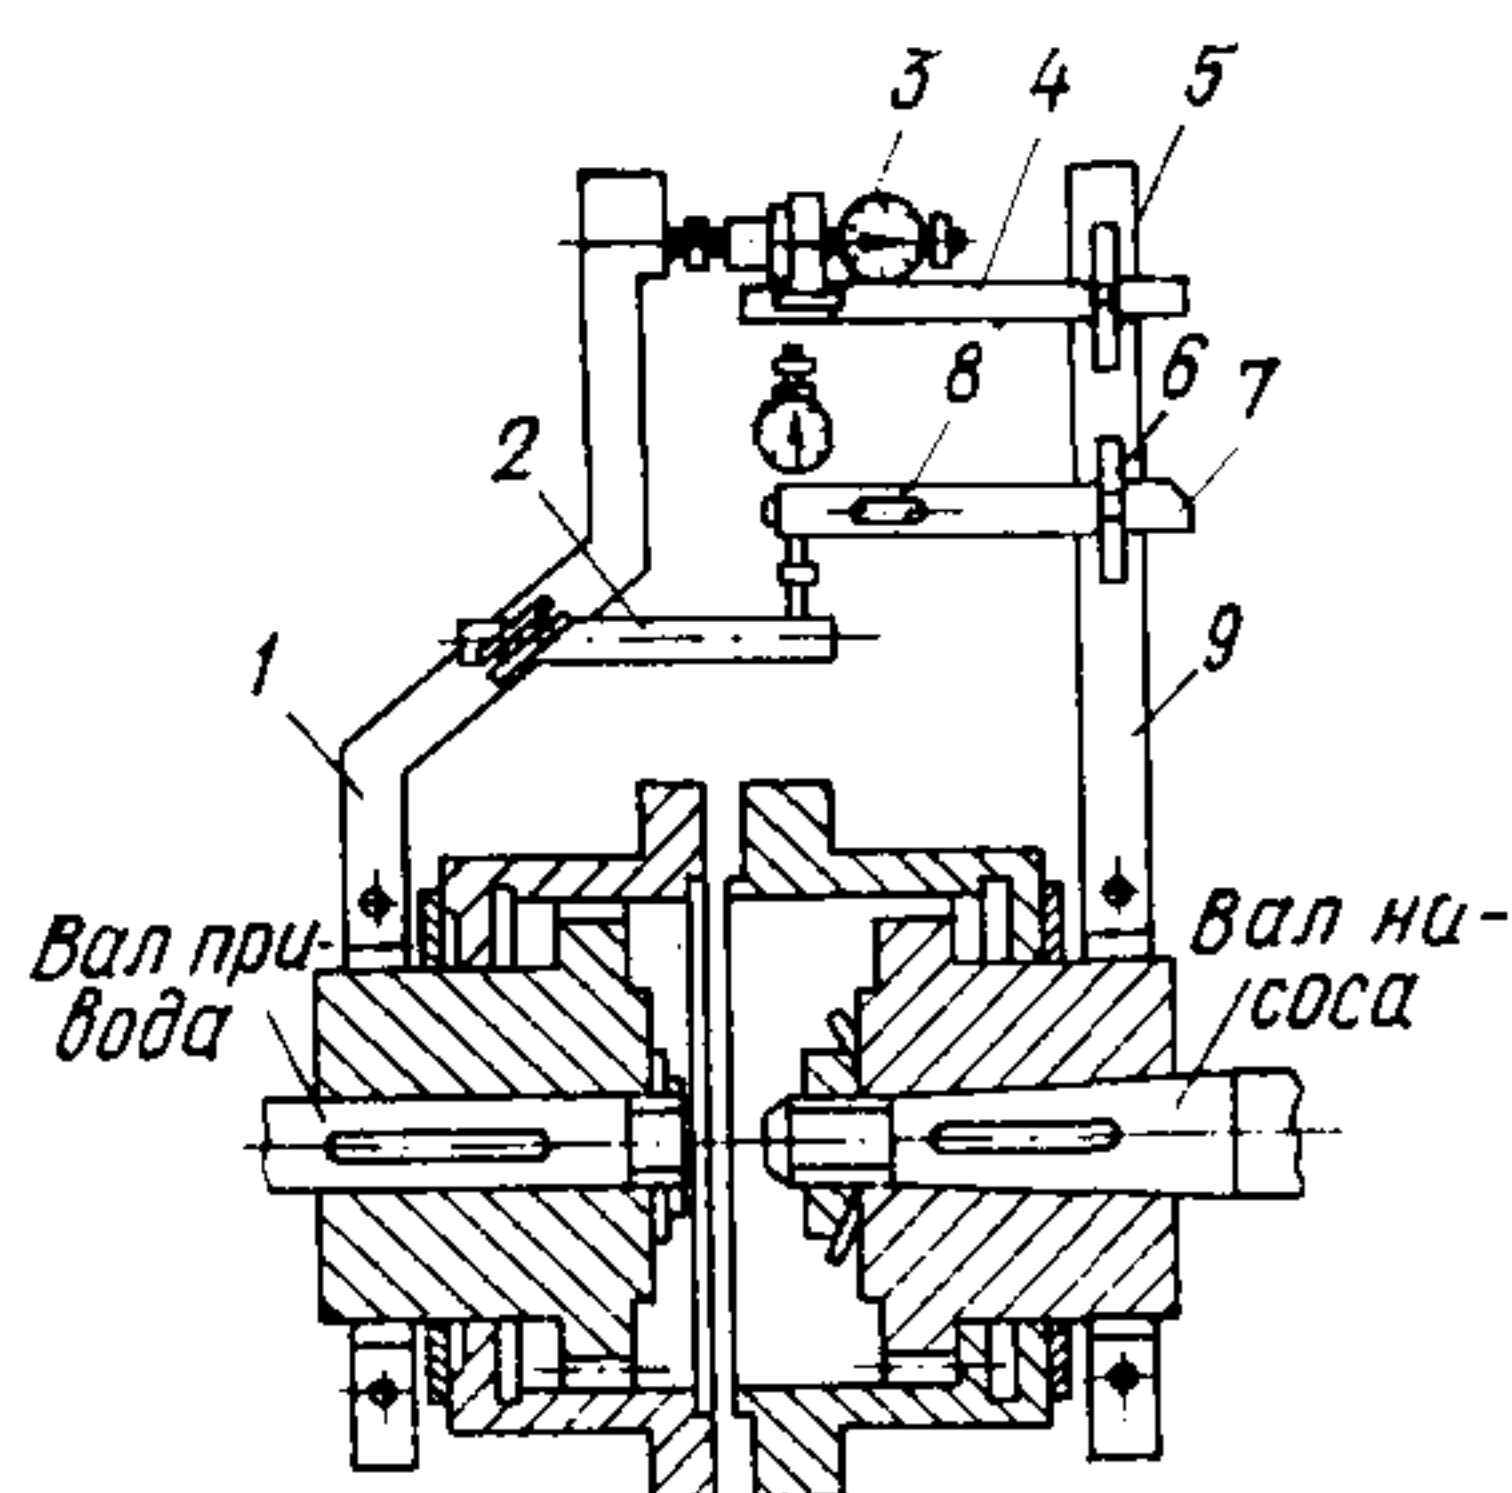

Рис. 5. Приспособление для центровки насосов и приводов по полумуфтам
6. Приспособление для центровки насосов и приводов по полумуфтам (рис. 5).